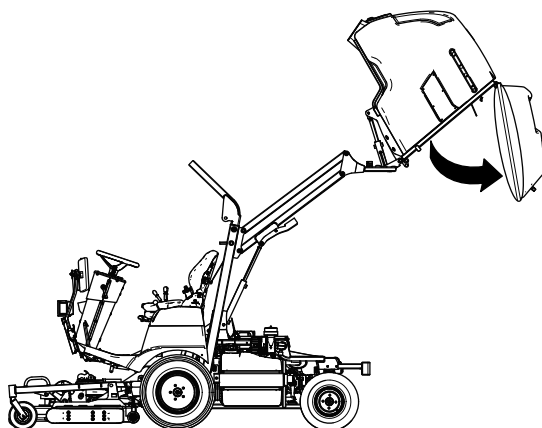

Figura 140
2. Eleve a tremonha (Figura 140) para a posição mais elevada; consulte Elevação da tremonha (página 31).
3. Descarregue a tremonha (Figura 140) e deixe-a na posição completamente descarregada, com a porta traseira aberta livremente; consulte Despejamento da tremonha (página 32).